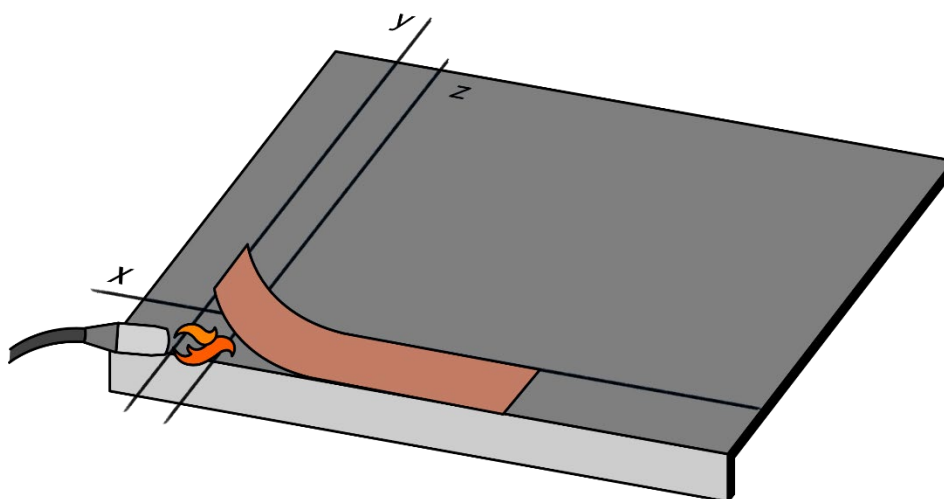

Fig. 16 - Installazione fila di partenza a fiamma
- Fissare le tegole della fila di partenza alla membrana usando la fiamma del cannello e sollevando un lato per volta della tegola con apposito strumento. Orientare la fiamma verso la membrana in modo da portare a fusione solo quest'ultima. La parte retrostante della tegola sarà portata solo in temperatura – vedi Fig. 16. Abbassare quindi la tegola canadese e premere la stessa (ad esempio facendo pressione con un piede), per aiutare la compenetrazione dei bitumi dei due elementi: tegola e membrana.